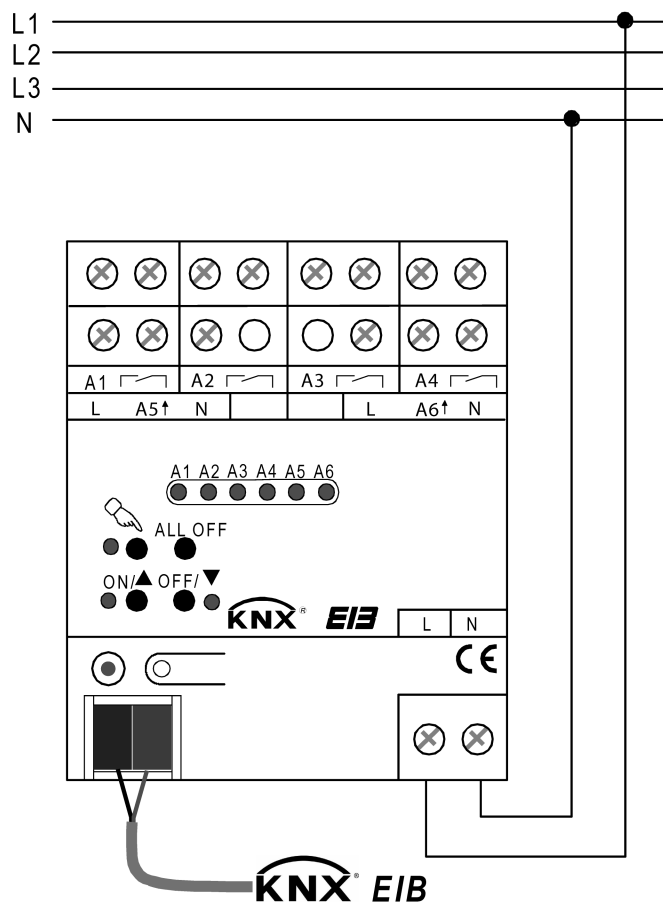

Figure 2: Raccordement électrique de l'alimentation en tension secteur
- La connexion du bus (borne de bus standard) et le raccordement de l'alimentation en tension secteur doivent être réalisés conformément au schéma de raccordement (figure 2).